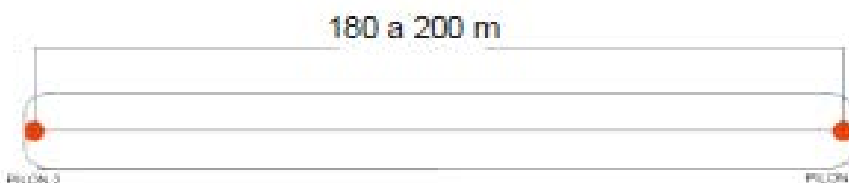

Figura 3
- **Circuito:** El circuito será ovoide determinado por dos puntos denominados pilones separándose entre sí por una distancia de 180 metros a 200 metros, el club organizador deberá dar conocimiento de la distancia de sus pilones para la adecuación de los tanques de combustible a dicho circuito. (Ver Figura 3)